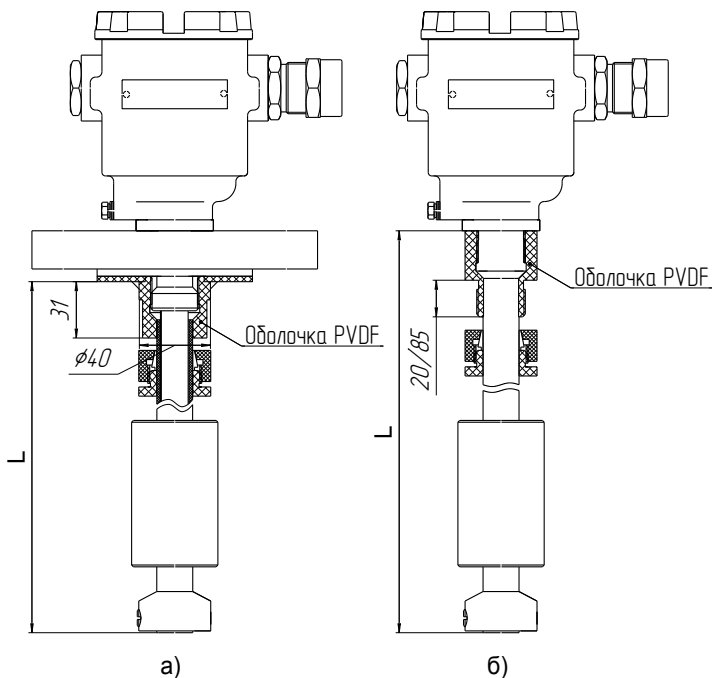

Рисунок 3
2.2.8 ПМП изготавливаются с длиной направляющей от 250 до 5000 мм. Длина направляющей  $L$  – это расстояние от нижней торцевой поверхности направляющей до уплотнительной поверхности устройства крепления (фланца или резьбового штуцера) (рисунок 3).
Защитная оболочка направляющей ПМП и устройства крепления, поплавки и ограничители хода поплавков выполнены из химостойкого пластика. Защитная оболочка (рисунок 3) фиксируется на направляющей резьбовым соединением, закрывает направляющую и устройство крепления, исключая воздействие на них агрессивной среды.